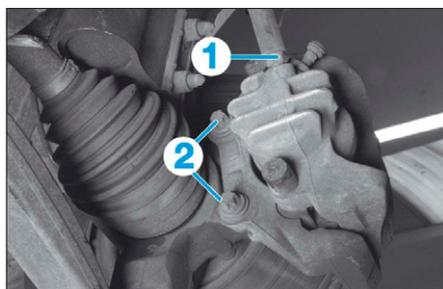

FIG. 10
- Désaccoupler le flexible de frein (1) de l'étrier (Fig.10).
- les fixations du support étrier (2) (Fig.10),